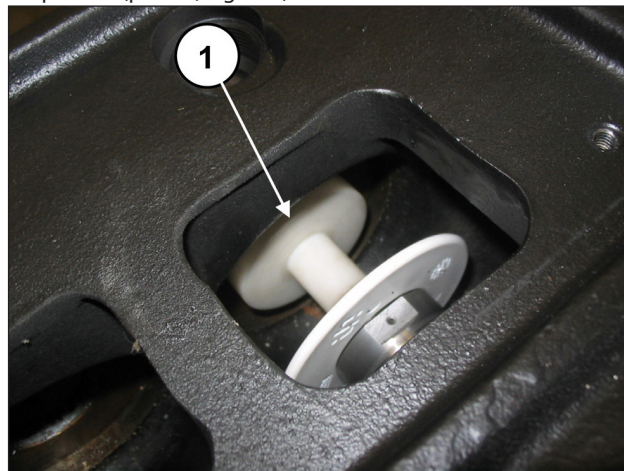

Fig. 153
Ruotare manualmente l'albero in modo da portare i 3 pistoni progressivamente nella posizione di punto morto superiore e inserire l'attrezzo tampone cod. 27516600 tra il guida pistone e il pistone (pos. ①, Fig. 153).